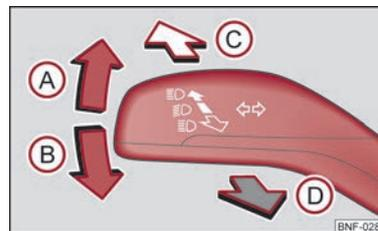

Abb. 24 Blinker- und Fernlichthebel
- Drücken Sie den Fernlichthebel zum Einschalten des Fernlichts nach vorn ⇒ Abb. 24.
- Drücken Sie den Hebel nach oben (A) bzw. nach unten (B) ⇒ Abb. 24.